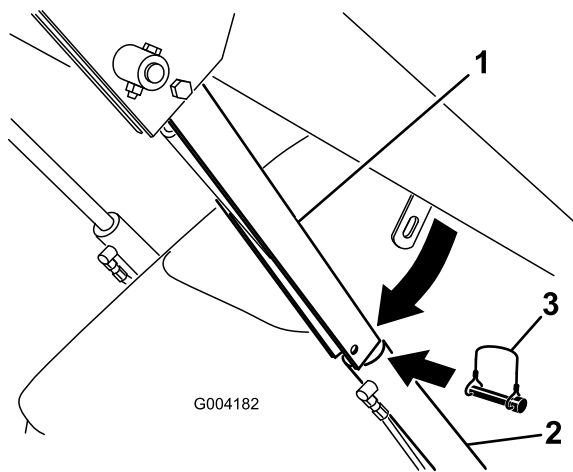

Bild 22
4. Entfernen Sie den Klappstecker, mit dem das Zylinderschloss am Hubarm befestigt ist (Bild 22).
5. Senken Sie das Zylinderschloss über die Zylinderstange und befestigen Sie es mit dem Klapstecker (Bild 22).